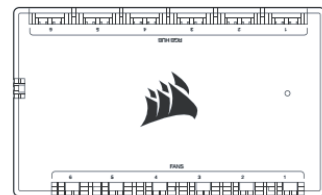

Рисунок 3 / 3-сурет
- > Подключите кабель RGB-подсветки каждого вентилятора к контроллеру Commander CORE (рис. 3).